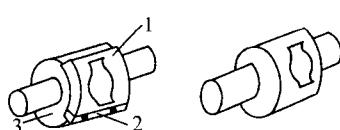

图 1-2 压凸模具
0.14mm左右。模具装于滚筒上，滚筒的结构分整体式和装配式两种。如图1-2所示。装配式便于更换不同的压凸模具，整体式更能保证压凹凸的精度。整体式压凸钢模的制作方法一般有两种，第一种方法是在凸版电子雕刻机上对腐蚀层进行雕刻（可运用专用计算机软件进行无软版雕刻）然后进行腐蚀，刻印深度达到1~1.2mm。另一种方法是先机械雕刻，后经人工修整精加工制成立凸钢模。组装式压凸模具，大批量生产（上千万件）时，使用钢模，一般生产（几万到十几万）使用铜模或铜模电镀铬。铜模制作方法是，先设计好图案，再制胶片，腐蚀、修整加工。有平版和圆弧版腐蚀两种方法，平版腐蚀后需在专用夹具上弯成圆弧版，然后将圆弧铜版用强力胶粘在弧形钢板上即成组装式铜模。塑料阳模的加工方法是将塑料模毛坯的圆柱表面用火焰喷枪加热后与金属模对滚加压。